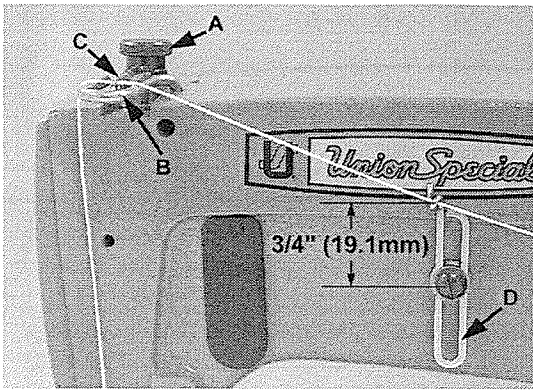

Fig 15
Gire el volante en sentido de operación hasta que la barra de la aguja se encuentre en su posición inferior. Ajuste el guía hilo (B, Fig. 15) de tal manera que la superficie que tiene contacto con el hilo se encuentre nivelada con el centro del guía hilo que está fijado en la barra de la aguja. Bajando el guía hilo (B) se logra un lazo del hilo del looper más pequeño y subiéndolo se logra un lazo más grande. Ajuste el guía hilo (D) en la parte frontal de la máquina de tal manera que se encuentre aproximadamente 3/4 de pulgada (19,1 mm) por encima del centro del tornillo que lo fija (Fig. 15).